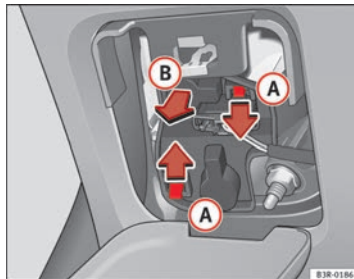

Abb. 219 Lampenträger ausbauen
- Drücken Sie in Pfeilrichtung auf die Laschen **A** ⇒ Abb. 219 und nehmen Sie den Lampenträger gemäß dem Pfeil **B** heraus.